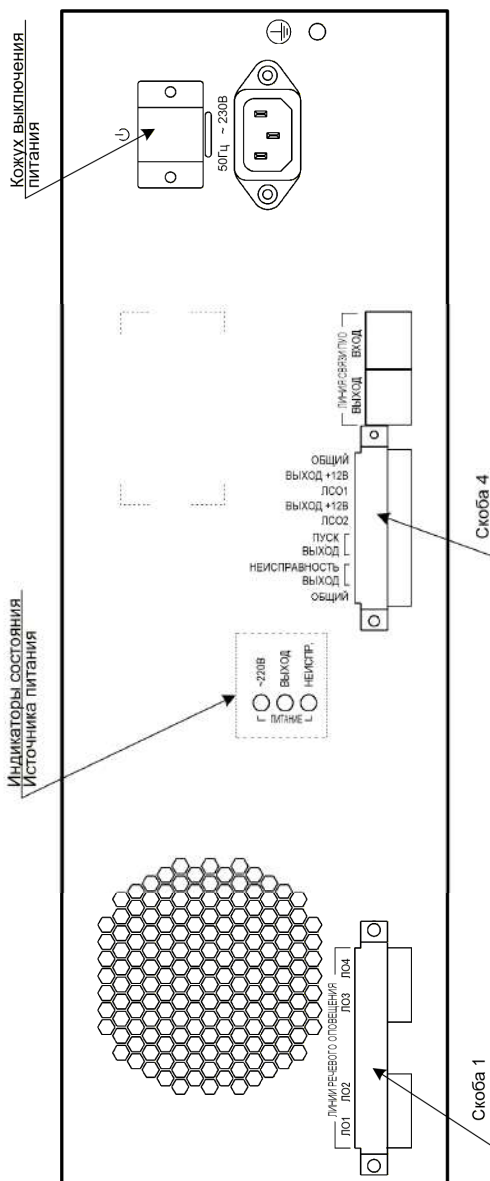

Рисунок 2 – Внешний вид задней панели УМ
Выключатель питания  расположен на задней панели ПУО и при необходимости может быть закрыт защитным кожухом (рис. 2). В положении «О» выключатель отключает выходные напряжения источника питания УМ. Выключатель может быть использован для исключения глубокого разряда аккумуляторных батарей при длительном (до 72 часов в дежурном режиме) отсутствии напряжения сети.
7) Установите кожух выключателя питания, см. рис. 2.